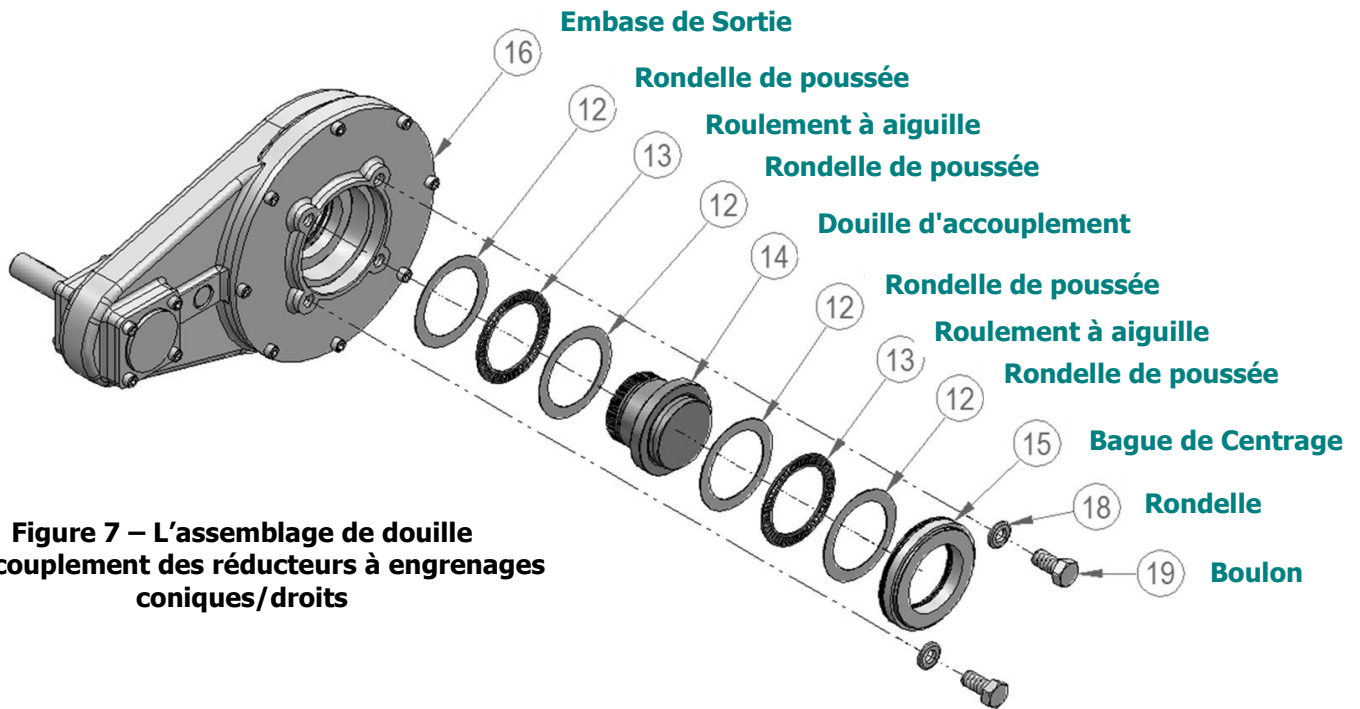
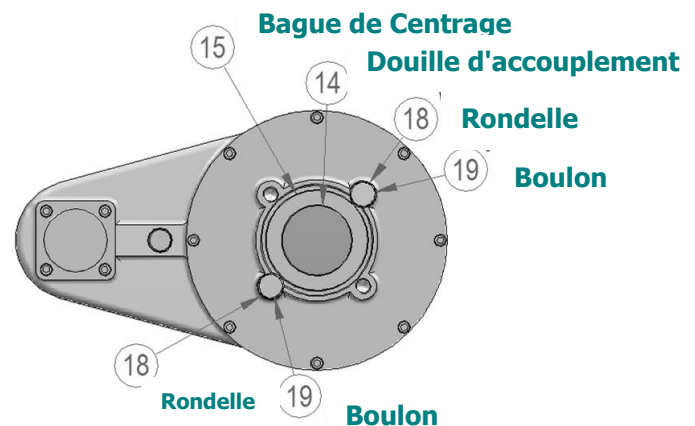

Figure 7 – L'assemblage de douille d'accouplement des réducteurs à engrenages coniques/droits
Figure 10 – Exemple de fixer la bague de centrage
- ! **Avant d'être déplacés, nous vous recommandons d'installer un système de boulon et rondelle sur l'embase des réducteurs IB et IS, comme le montrent la Figure 7 et la Figure 10.**
Référez-vous à la Figure 7. L'arrangement de douille d'accouplement est identique pour tous les réducteurs, bien que les grands réducteurs ont des rouleaux cylindriques au lieu des roulements à aiguilles.
ATTENTION : Il est impératif que les roulements à aiguille en sortie de réducteur soient montés correctement, avec la douille d'accouplement et la bague de centrage. Référez-vous à la Figure 7. Les roulements à aiguille (13) DOIVENT avoir une rondelle de poussée (12) sur chaque côté. Un ensemble roulement/rondelle DOIT être monté sur chaque côté de l'épaulement de poussée de la douille d'accouplement.
Nous vous recommandons d'installer un ensemble boulon (19) et rondelle (18) dans l'embase du réducteur comme le montrent la Figure 7 et la Figure 10. Notez que les rondelles doivent chevaucher la bague de centrage (15). Cela empêchera le détachement de l'assemblage douille d'accouplement et roulements du corps